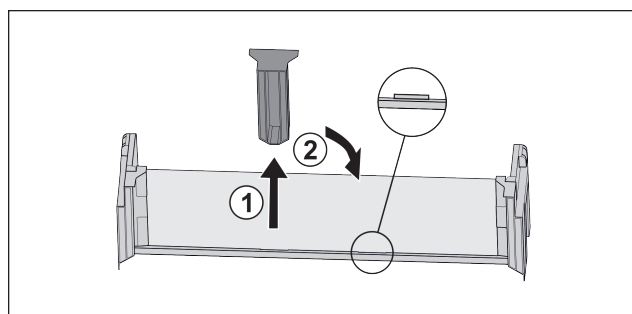

Fig. 36\*
- ▶ Stáhněte prostřední přídržný díl Fig. 36 (1).\*
- ▶ Vložte prostřední přídržný díl do druhé polohy Fig. 36 (2).\*